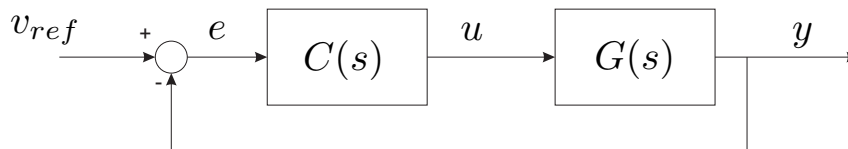

Figura 3: Diagrama de retroacção para controlo de velocidade.
3) Considere o sistema de controlo de velocidade em malha fechada com realimentação negativa representado na Figura 3. Admita para já que $C(s) = K$ (controlador Proporcional). Calcule a constante de tempo e o erro em regime permanente (ou seja, o valor de $e(+\infty)$ quando em v_{ref} se aplica um escalão unitário) do sistema realimentado em função de K , K_0 e τ .